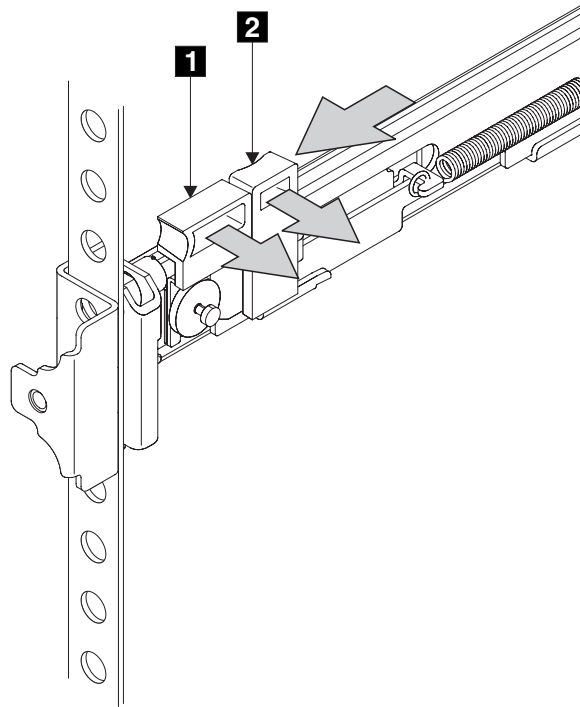

図 91. ラッチ・ロック・キャリア・アセンブリーを閉じる
8. ラッチ・ロック **2** (431 ページの図 91) をレールから押し出して、キャリアを解放します。ラッチ・ロック・キャリアがラックの前方向にスライドし、位置決めピンが、前部フランジの穴と前部レール・ブラケットの穴を通して突き出ます。